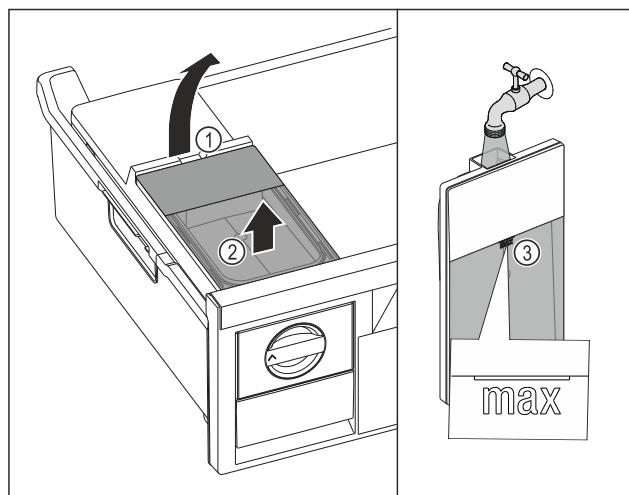

Fig. 75
- ▶ Zvedněte nádržku na vodu za vybrání Fig. 75 (1).
- ▶ Vyjměte nádržku na vodu nahoru. Fig. 75 (2)
- ▶ Naplňte nádržku na vodu pitnou vodou až po značku Fig. 75 (3).